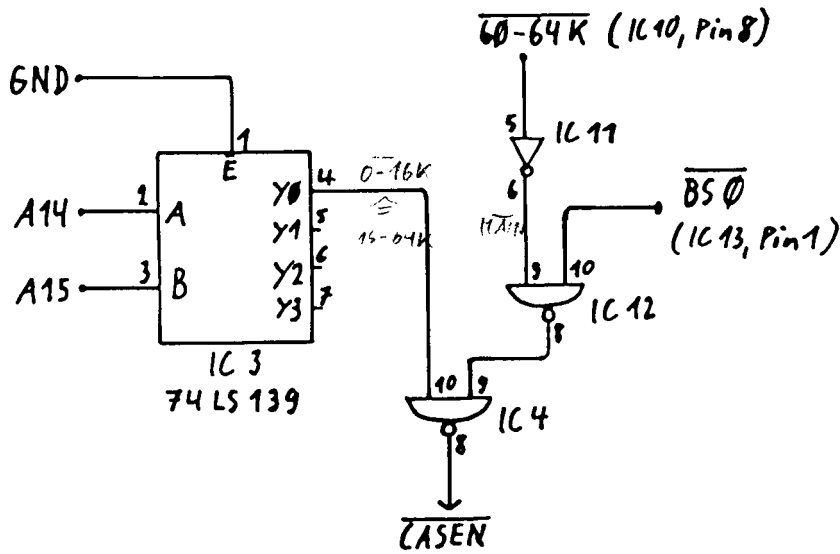

Abb. 8 Erzeugung des CAS-Treiber-Freigeabe-signals CASEN für den 64K-Block auf dem CPU-Board
Die NAND Verknüpfung der Signale BS0 (IC 13, Pin 1) und MAIN = 0-60 (56) K (IC 11, Pin 8) über IC 12, Ausgang Pin 8 wird mit dem in der Banking Schaltung in der zweiten Hälfte des IC 3 (74 LS 139) aus A 14 und A 15 gewonnenen Signale 0-16 K im IC 4 NAND-verknüpft und ergibt das Freigabesignal CASEN für den CAS-Treiber Z 37 (74 LS 367) Pin 15 auf dem CPU-Board (Abb. 8).